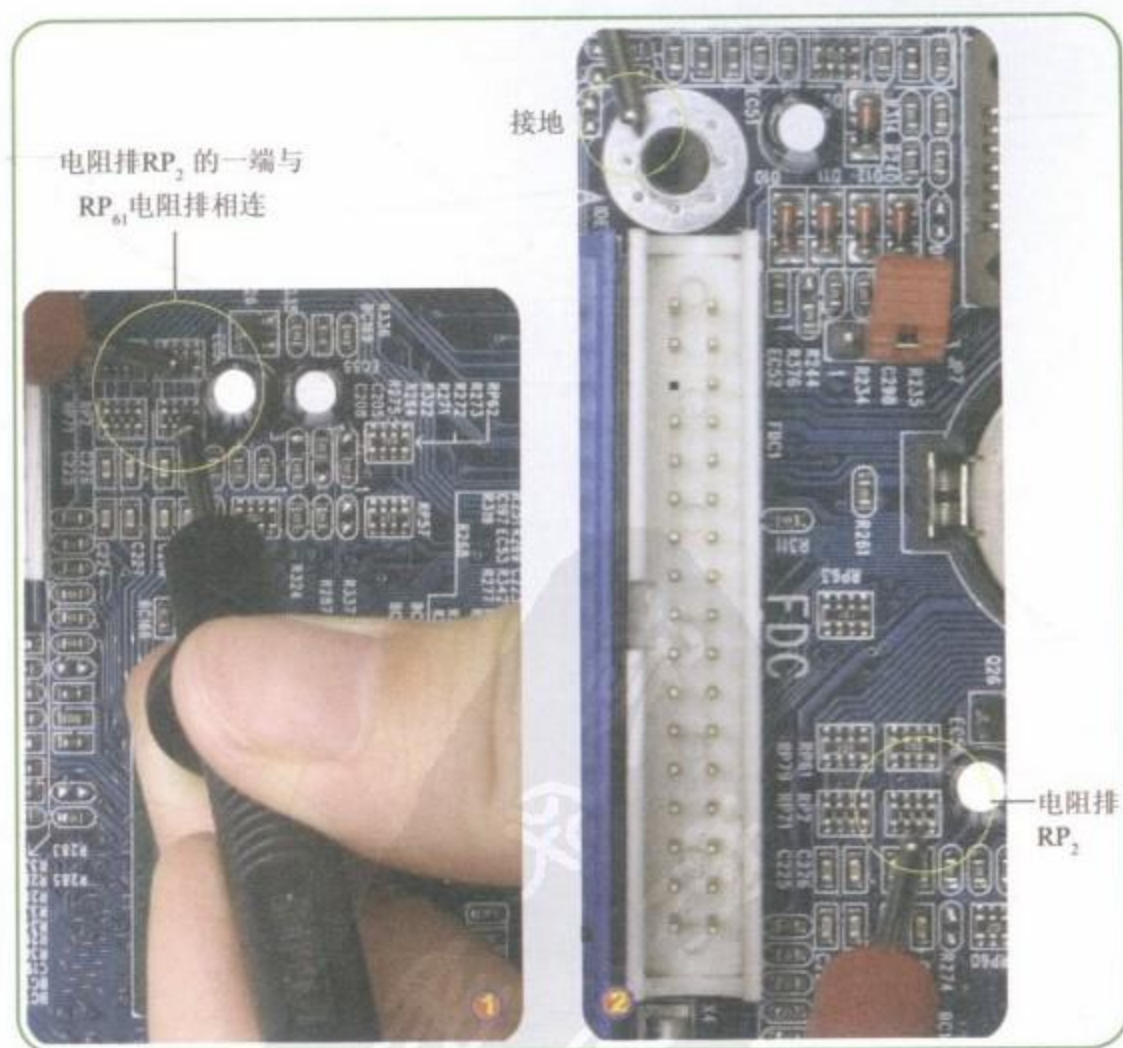

图5-49 测量USB接口电路中连接的滤波电阻的线路
Step 04 测量USB接口电路中连接的滤波电阻 RP_2 的线路，如图5-49所示。